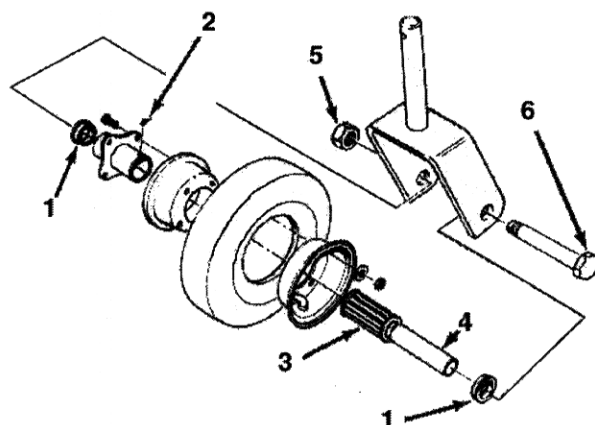

Fig 4
1. Rimuovere il dado autobloccante dalla vite mordente che fissa il gruppo ruota orientabile nella forcella (Fig. 4). Prendere la ruota orientabile ed estrarre la vite mordente dalla forcella.
Nota: Non smarrire le due gabbie del cuscinetto (Fig. 4).
2. Inclinare la ruota e lasciar cadere il cuscinetto a rulli e la bussola a chiave (Fig. 4).
6. Pompate altro grasso nell'ingrassatore della ruota (Fig. 4) fin quando il cuscinetto non sarà completamente lubrificato.